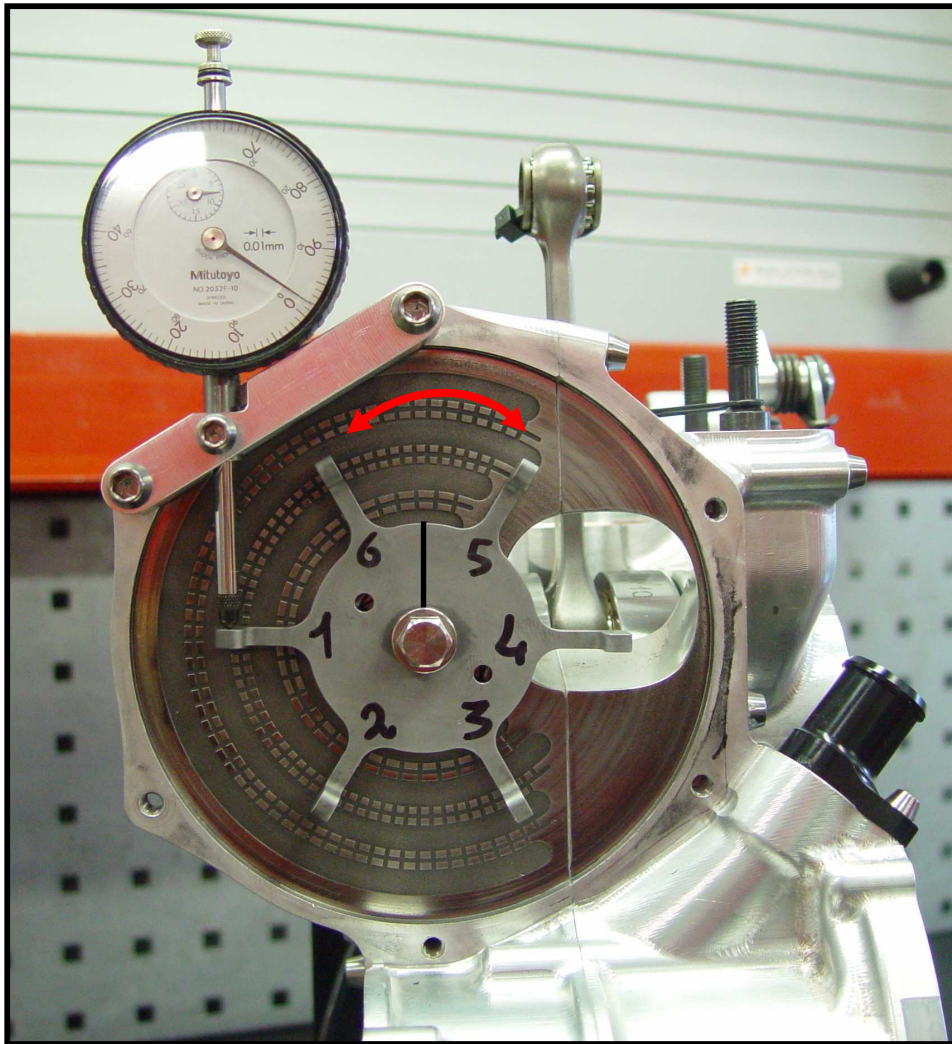

Fig. 27
8.3) Montare il comparatore sul relativo supporto.(**Fig. 27**)
Orientare il disco controllo gioco con lo spacco rivolto verso l'asse del cilindro, in modo tale che il dito del disco risulti all'incirca perpendicolare all'asta del comparatore.(**Fig. 27**)
Eseguire l'operazione in tutte le sei posizioni. (**Fig. 27**).